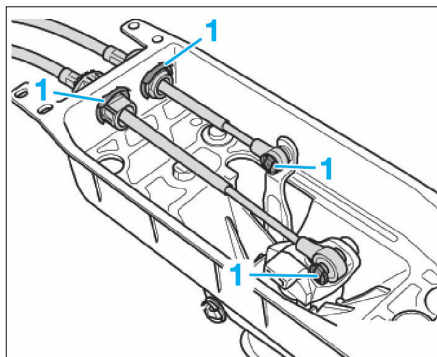

FIG. 12
- Déposer les segments d'arrêt (1) (Fig.12) et les câbles du boîtier de levier de vitesses.